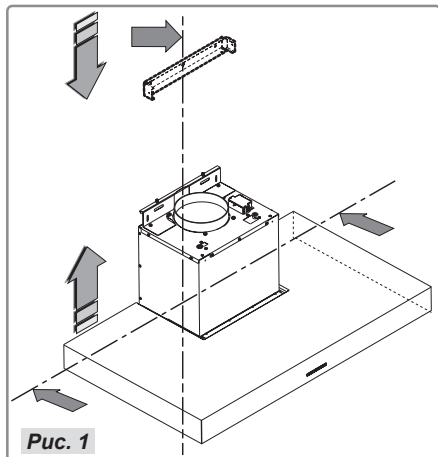

Рис. 1
Рис. 1а
– Разместите лист со схемой на стене, убедившись, что линия на чертеже совпадает с расчерченной на стене линией. Пометьте положение отверстий и просверлите их (рис. 1а).